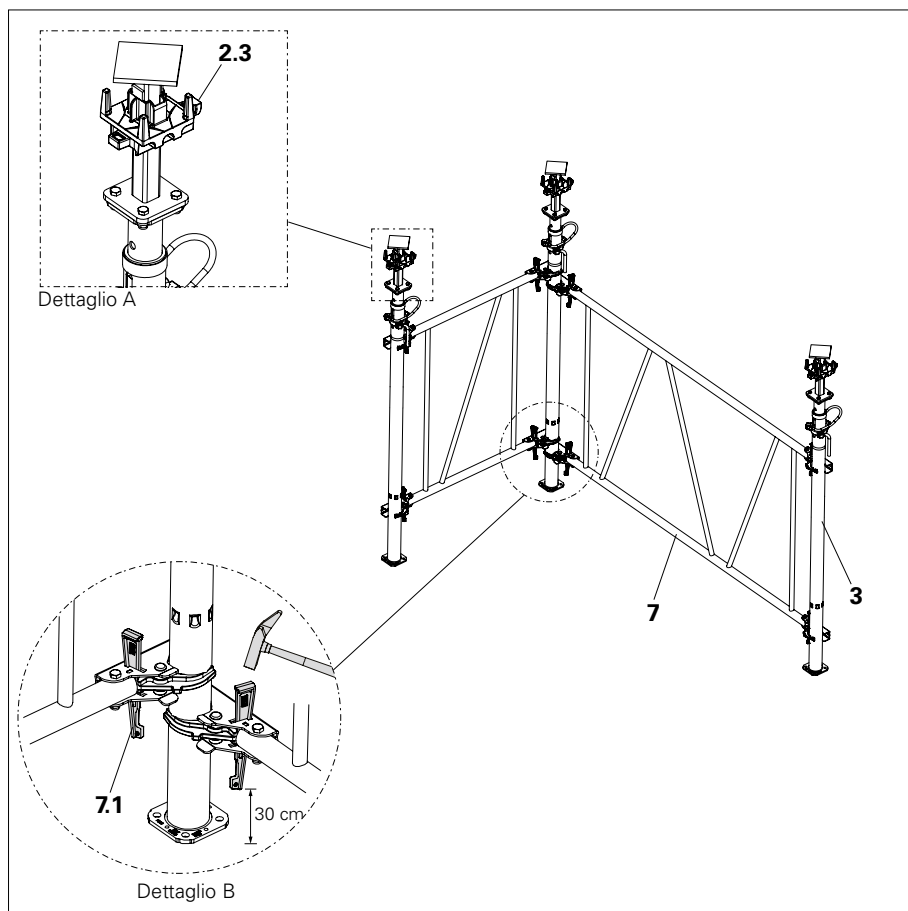

Fig. A5.01
1. Estendere i puntelli (3) fino all'altezza di lavoro richiesta. Consultare Preparazione dei puntelli per solai a pagina 12.
2. Montare tre puntelli nell'angolo di inizio (a forma di L). (Fig. A5.01)